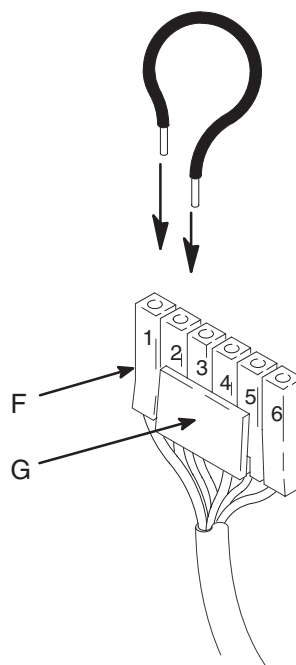
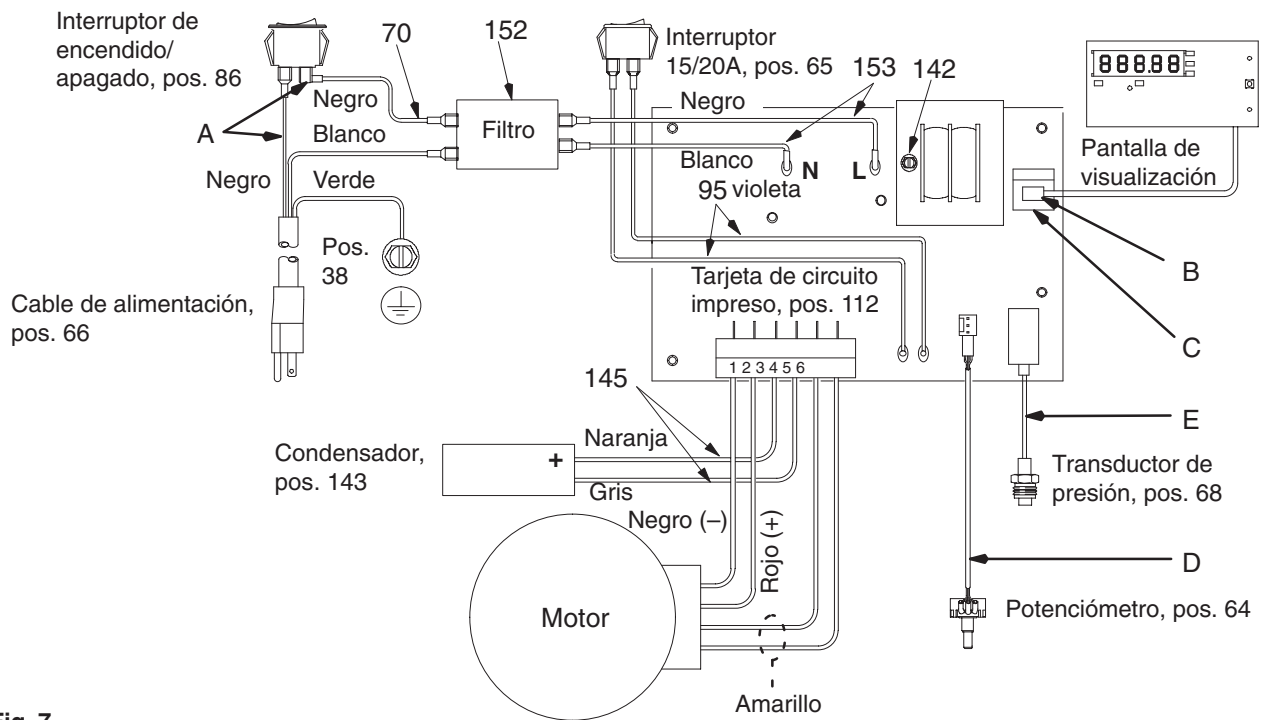

Fig. 3
Fig. 7
4. Fig. 7. Retire los cuatro tornillos (60), la tapa del dispositivo de control de presión (49), los dos tornillos (108), el panel de control (67) y el alojamiento (58). Fig. 3. Apriete las lengüetas (G) y desenchufe el conector del motor (F).
1. Fig. 3. Conecte juntos los hilos conductores del motor (posiciones 1 y 2) por medio de un cable de prueba. Haga girar a mano el ventilador del motor a una velocidad de aproximadamente dos revoluciones por segundo.
- Fig. 7. Retire los cuatro tornillos (60) y la tapa del dispositivo de control de la presión (49). Desenchufe el conector de la pantalla de visualización (B).
- Saque los dos tornillos (108) y el panel de control (67).
- Desconecte los dos cables (A) del interruptor de ENCENDIDO/APAGADO (86).
- Apriete las lengüetas interiores del interruptor ENCENDIDO/APAGADO (86) y retírelo del panel de control (67).
- Desconecte los dos cables (95) del interruptor 15/20A (65).
- Apriete las lengüetas interiores del interruptor 15/20A (65) y retírelo del panel de control (67).
Consulte la Fig. 7 ó 8, dependiendo del modelo de pulverizador.
- Limpie las almohadillas de la parte trasera de la tarjeta de circuito impreso de control del motor (112). Aplique una pequeña cantidad de producto térmico 073019 a las almohadillas y proceda a distribuirlo uniformemente.
- Fig. 7 ó 8. Instale la tarjeta de circuito impreso de control del motor (112) con los seis tornillos (41) y con el tornillo (142).
- Conectar a la tarjeta de circuito impreso de control del motor (112):
- Cable (E) al transductor.
- Cable (D) al potenciómetro.
- Instale la junta (106) y el alojamiento (58) con los dos tornillos (108).
- Instale el panel de control (67) con los dos tornillos (108). Asegúrese de que no haya cables pillados.
- Instale el conector de la pantalla de visualización (B). Instale la tapa del dispositivo de control de presión (49) con los cuatro tornillos (60).
- Fig. 7 ó 8. Retire los cuatro tornillos (60) y la tapa (49). Desconecte el cable de la pantalla de visualización (B).